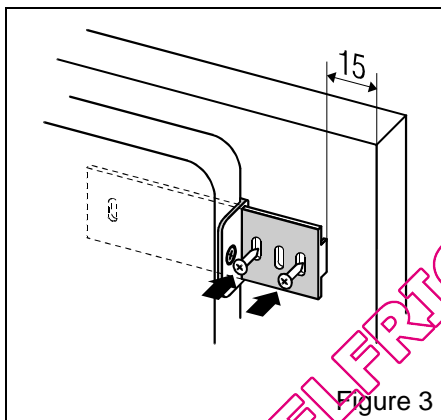

Figure 3
- Insérez les glissières dans les guidons des glissières et fixez-les avec les vis A 4 x 12 à distance de 5 mm du bord de la porte du meuble (Figure 3).